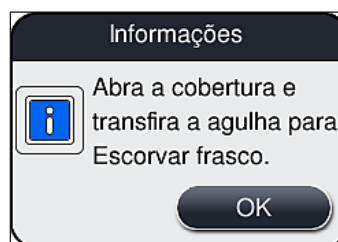

Fig. 96
3. Observe a seguinte mensagem de informações (→ Fig. 96).
5. Coloque a unidade de agulhas (→ Fig. 97-1) no frasco de escorvar (→ Fig. 97-3) e confirme a mensagem de informações (→ Fig. 96) com **OK**.
4. Observe as mensagens de informações a seguir (→ Fig. 95), (→ Fig. 96) e (→ Fig. 100) e confirme cada uma com **Ok**.